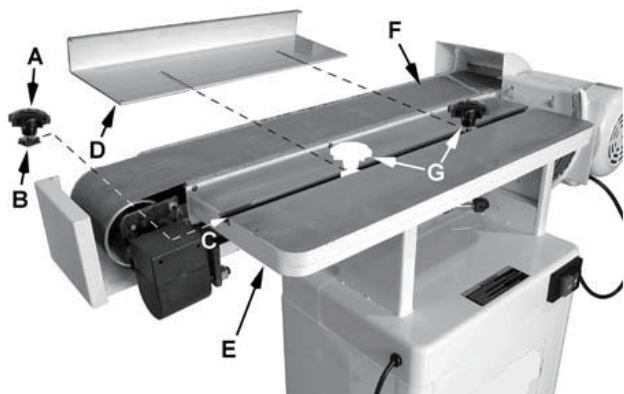

Bild 13
Se bild 13:
1. Placera planbrickor (5/16") (visas inte) och styrblock (B) på två 12 mm låsvred (A) (OBS! 12 mm avser den gängade axelns längd).
2. Sätt i styrblocken (B) i geringsspåret (C) och placera låsvreden (G) på bordet (E) (se bilden).
3. Placera det avtagbara anhållet (D) på bordet och dra fast det genom att låsa låsvreden (G) (se bild 13 och 14).